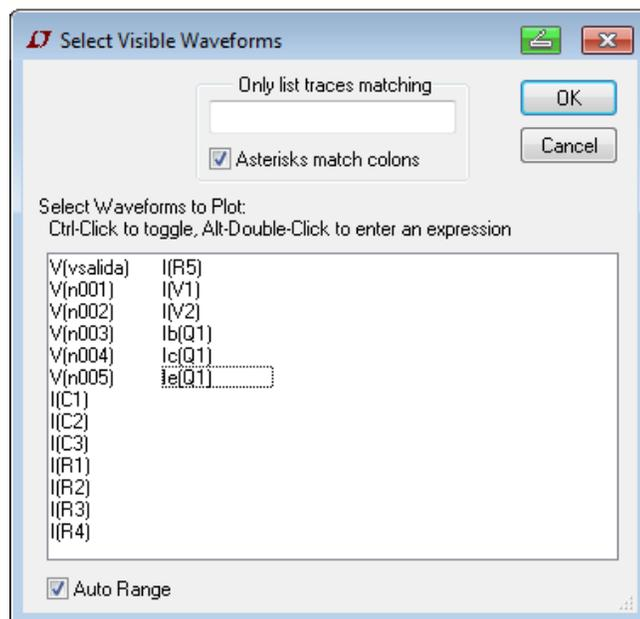

Figura 19
- 6- Una vez definido el tipo de análisis la opción *Run* permite realizar la simulación del circuito bajo prueba. Si no hay errores, la pantalla se divide en dos partes, una contiene el circuito y la otra, la pantalla donde se visualizarán las formas de onda seleccionadas. Seleccionando *Pick Visible Traces* se abre una ventana que permite seleccionar las formas de onda a visualizar así como realizar distintas operaciones matemáticas, Figura 19.